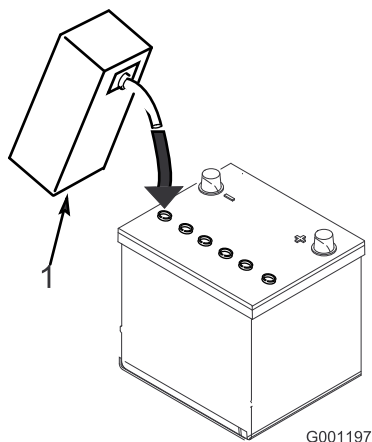

Figura 4
3. Llene cuidadosamente cada celda con electrolito hasta que las placas estén cubiertas de aproximadamente 6 mm de fluido (Figura 4).
4. Espere aproximadamente 20 – 30 minutos para que el electrolito penetre en las placas. Rellene según sea necesario para que el electrolito llegue a una distancia de aproximadamente 1/4 pulgada (6 mm) del fondo del hueco de llenado (Figura 4).